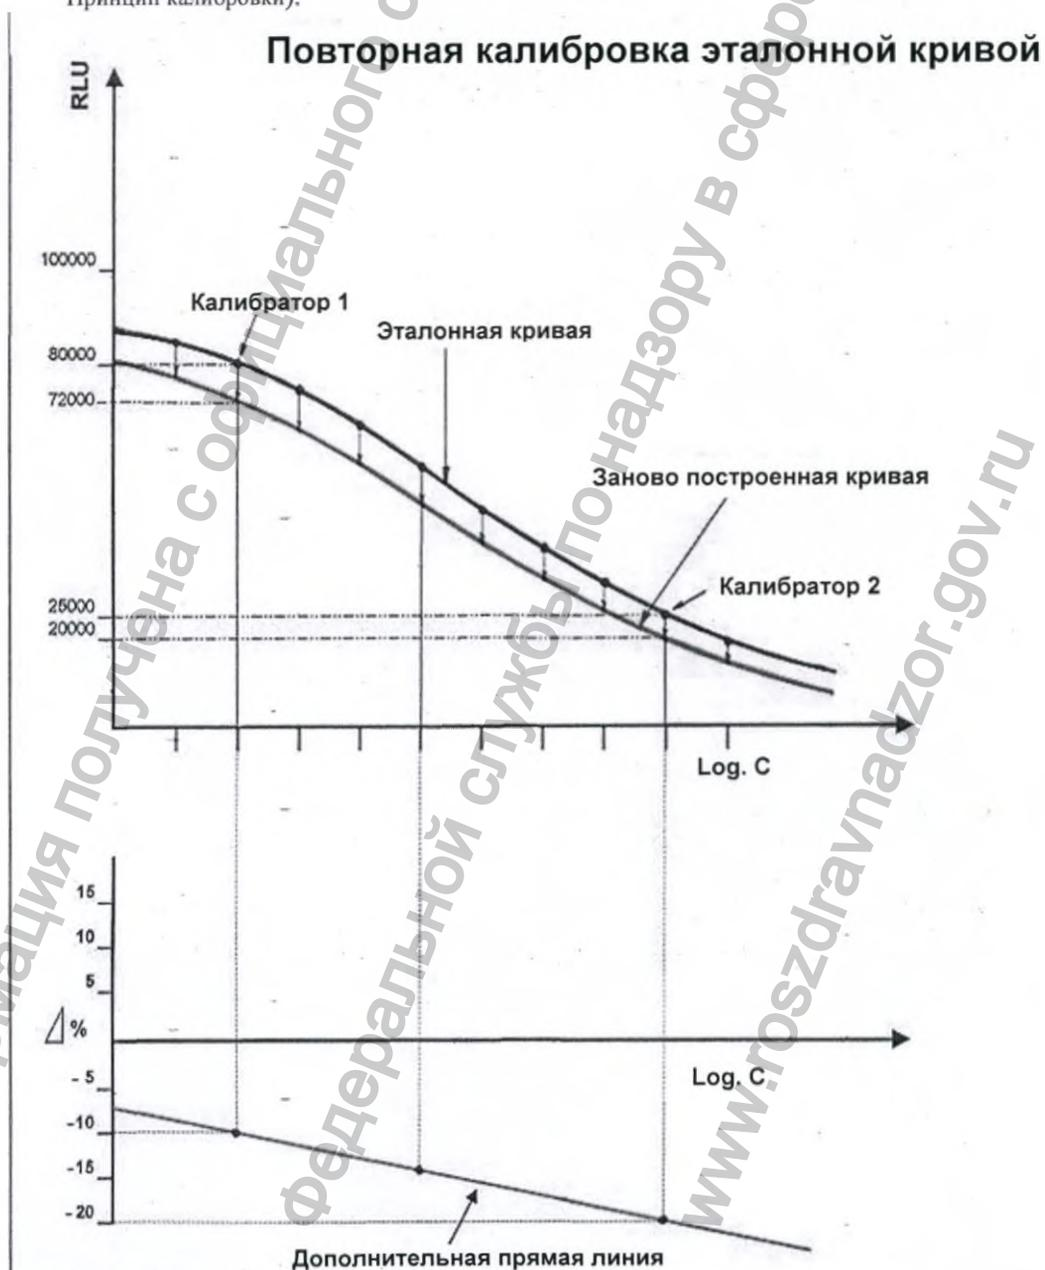

Рисунок 2.3-1. Принцип калибровки
- Построенная заново кривая является применимой рабочей кривой (см. Рисунок 2.3-1. Принцип калибровки).